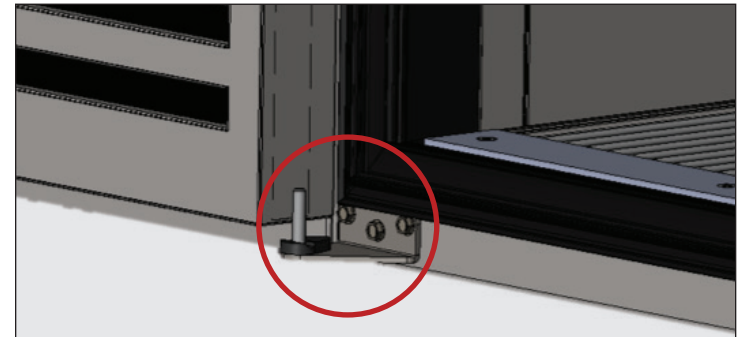

Fig. 3. Levante la puerta de la bisagra inferior.
3. Retire el conjunto de la bisagra inferior del aparato. Véase la fig. 3.